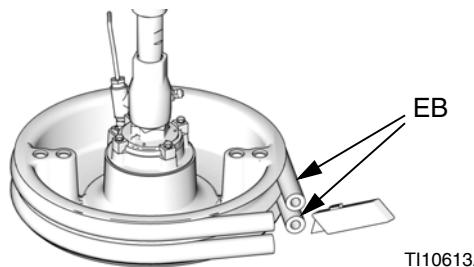

Рис. 17
1. Для замены изношенных или поврежденных скребков (EB), поднимите опорную емкость из барабана. Снимите барабан с основания. Вытрите жидкость с опорной емкости.
2. Обрежьте ножом нижние и верхние скребки и удалите их с опорной емкости. См. Рис. 17.